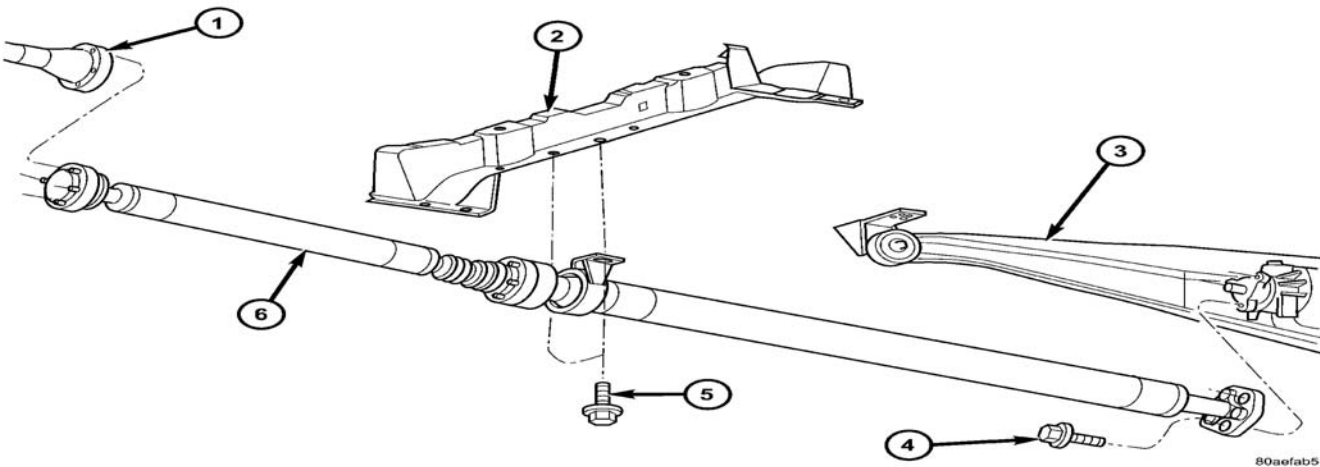

图 1 传动轴的拆卸 / 安装
AWD 车型使用“两件式”传动轴（图 1）将动力传送到后传动系统模块总成。这种两件式设计包括：
传动轴（图 1）的作用是将扭矩从变速驱动桥动力分配装置（PTU）传送到全轮驱动车型的后传动系统模块。
（5）将传动轴总成降至地面，小心不要损坏前后法兰盘（图 1）。
- （2）请助手帮助，将传动轴总成提升到位（图 1）。